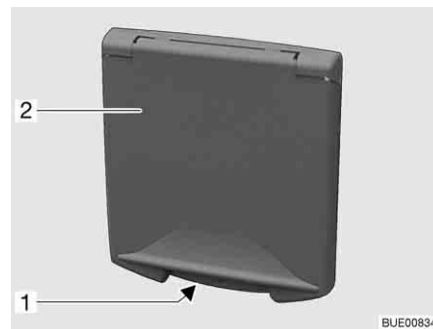

Fig. 64 Verrou de pression portillon de service
- Insérer la clé dans le barillet du verrou de pression verrouillable (Fig. 64,1) et la faire tourner d'un quart de tour. Le verrou de pression est déverrouillé.
- Insérer la clé dans le barillet du verrou de pression verrouillable (Fig. 64,1) et la faire tourner d'un quart de tour. Le verrou de pression est verrouillé.